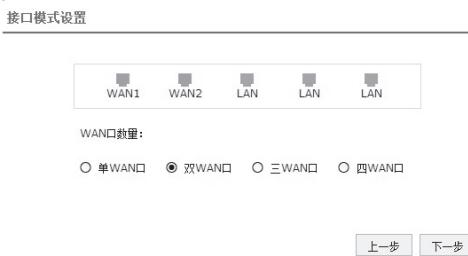

图4-5 接口模式设置
4. 请进行接口模式设置，如图4-5所示。选择WAN口数量，并单击“下一步”，分别对每一个WAN口进行设置。